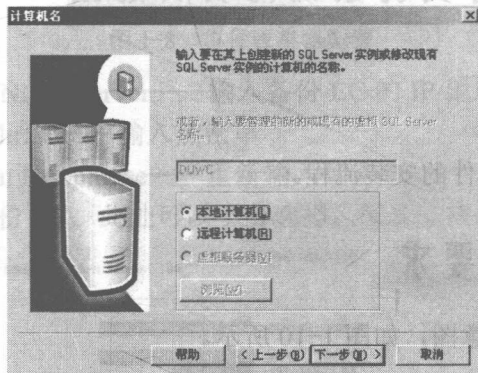

图 1-13 选择数据库安装位置
3) 选择将数据库安装在“本地计算机”, 单击“下一步”按钮, 如图 1-13 所示。